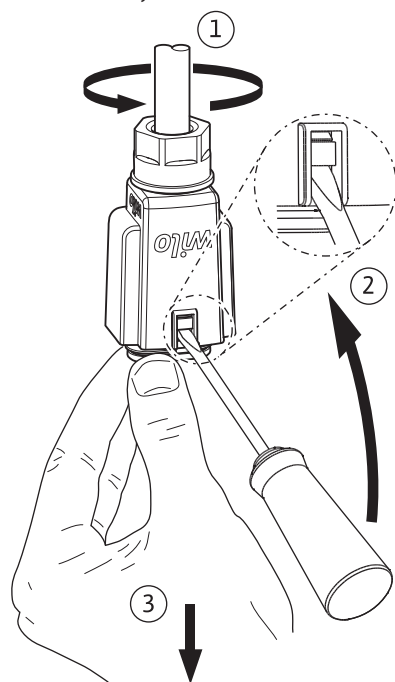

Fig. 6: Demontaż wtyczki Wilo-Konektor
- Zdjąć Wilo-Konektor z pompy i zdemontować za pomocą odpowiedniego śrubokrętu (Fig. 6).